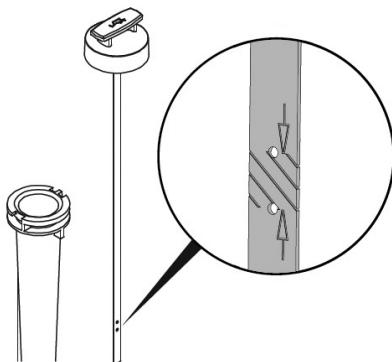

Рис.7 Уровень масла в картере
- Установите на место крышку/щуп, не закручивая его. Снова извлеките щуп, уровень масла должен соответствовать верхней отметке на щупе Рис.7.